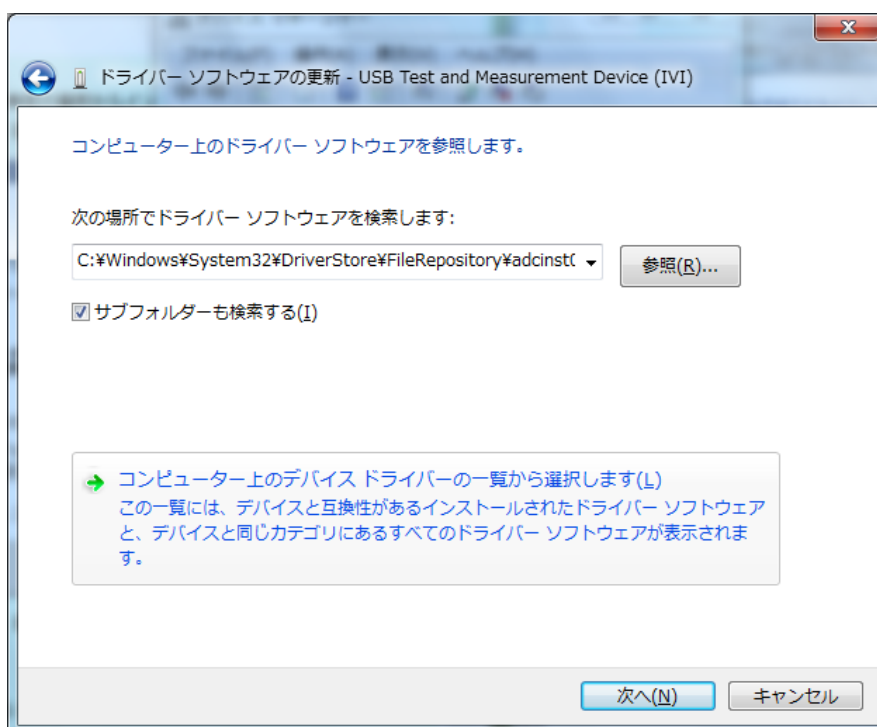

図 1-5
- ④ 「コンピューター上のデバイス ドライバーの一覧から選択します」をクリックします。(図 1-5)